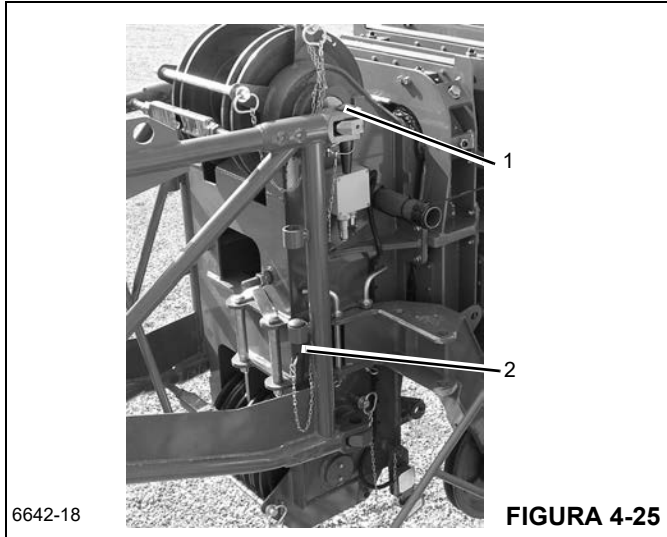

FIGURA 4-24
15. Utilice el cable guía para alejar la extensión de la pluma (Figura 4-24).
16. Mientras se mantiene el control de la extensión con el cable guía, gire la extensión hacia su posición en la punta de la pluma (Figura 4-24).